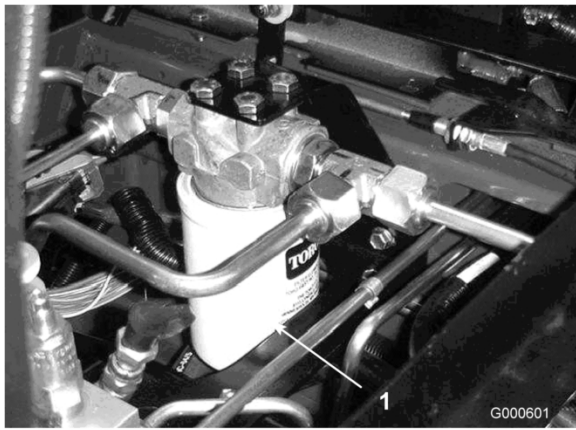

Figura 53
- Limpe a zona de montagem do filtro. Coloque um recipiente de escoamento debaixo do filtro e retire o filtro (Figura 53 e Figura 54).